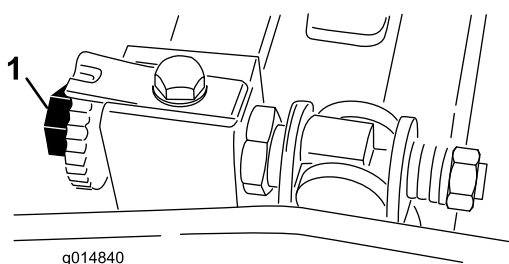

Figura 49
2. Eliminate il contatto con il cilindro facendo girare in senso antiorario le viti di regolazione della barra di appoggio (Figura 49).
il cilindro in avanti, e girate in senso orario la vite di regolazione della barra di appoggio (dallo stesso lato del cilindro) uno scatto per volta, finché la carta non viene pizzicata leggermente quando viene inserita dal davanti ed è parallela alla controlama; di conseguenza, tirando la carta dovreste notare una lieve resistenza (Figura 49).